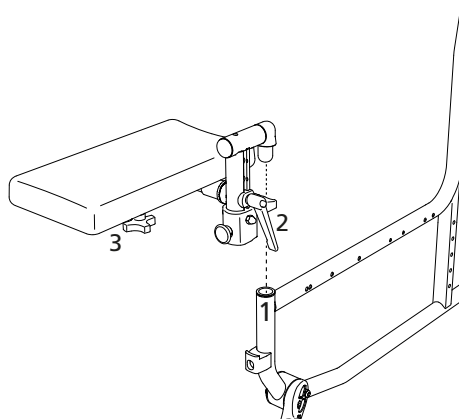

fig.50
2. Tag fat i amputationsstøttens polstring, og før den på rammerøret oppefra (1, fig. 50).
1. Løsn klemmanordningen ved at dreje den mod uret (2, fig.50).
1. Løsn stjernegrebet (3, fig. 50).